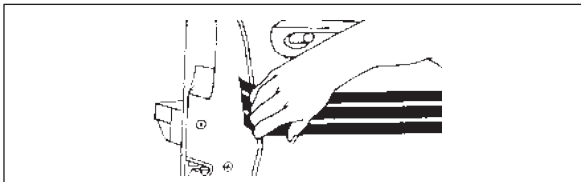

Fig. 32
9. Dove possibile, quando si applicano le pellicole serie 3650, 7725, 7755 o i rifrangenti serie 580, 680, 5100 estendere la fascia di almeno 2,5 cm oltre i bordi del supporto, rivoltando i bordi della pellicola facendo forte pressione con le dita. Fig. 32